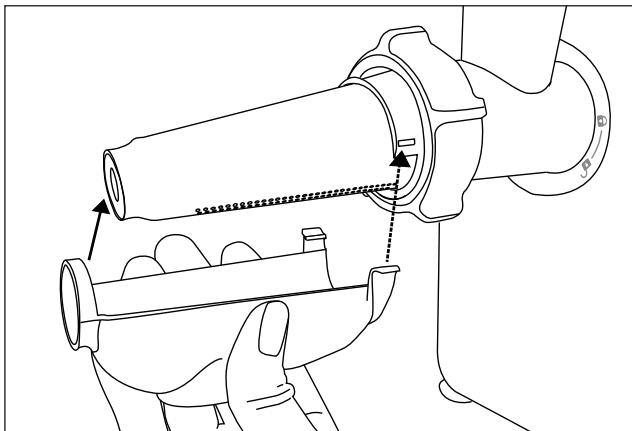

Fig. 2
► Para el accesorio para tomates, no se necesitan ni la cuchilla ❶ ni muelle ❷ ni ningún disco perforado o rodaja de charcutería ❸/❹. En caso necesario, retire todos estos accesorios de la boquilla de la picadora de carne ❸.
- 3) Inserte la rosca de transporte ❶ en la boquilla de la picadora de carne ❸.
- 4) Coloque la rosca de plástico ❷ sobre la rosca de transporte ❶. Asegúrese de que el eje angular de la rosca de transporte ❶ encastre completamente en el alojamiento angular de la rosca de plástico ❷. Para ello, en caso necesario, gire un poco la rosca de plástico ❷ de un lado para otro hasta que quede encastrada.
- 5) Tras esto, coloque el pasapurés ❹ de forma que quede completamente sobre la rosca de plástico ❷. Móntelo en la boquilla de la picadora de carne ❸ de manera que las dos pequeñas fijaciones encastren en los dos alojamientos previstos para ello de la rosca. Así el pasapurés ❹ queda bien fijo y no puede girarse. Los pequeños orificios del pasapurés ❹ deben apuntar hacia abajo.
- 6) Cuando todas las piezas estén montadas correctamente, coloque el aro de cierre ❶ sobre el pasapurés ❹ y enrósquelo firmemente con la mano en la boquilla de la picadora de carne ❸.
- 7) Monte la boquilla de la picadora de carne ❸ de la forma descrita en el apartado “Montaje de la picadora de carne”.
- 8) A continuación, fije la bandeja colectora ❶ en el pasapurés ❹ (consulte la fig. 2). Para ello, coloque el anillo en la punta del pasapurés ❹ y enganche los cierres ❶ en ambos lados del extremo ancho. El orificio de la bandeja colectora ❶ debe apuntar hacia abajo.